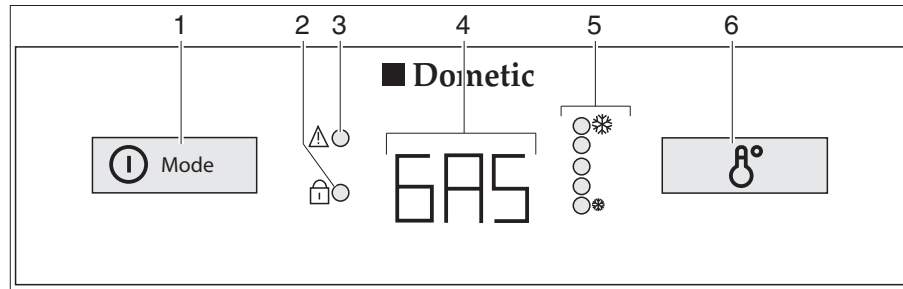

Bild 236 Bedienelemente für den Kühlschrank (Dometic 8er-Reihe mit AES)
Bei Störungen blinkt die Anzeige-LED Störung "⚠" (Bild 236,3).
Wenn die 230-V-Versorgung **nicht** angeschlossen und der Fahrzeugmotor **ausgeschaltet** ist, wählt das AES die Gasversorgung. Beim Anwählen des Gasbetriebs wird die Zündsicherung automatisch geöffnet, so dass Gas zum Brenner strömen kann. Gleichzeitig wird der elektronische Zünder eingeschaltet. Erlischt die Gasflamme, z. B. durch einen Luftzug, wird der Zünder sofort aktiviert und zündet das Gas wieder an. Bei Störung im Gasbetrieb blinkt in der Betriebsanzeige (Bild 236,4) der Text "GAS".
Nach dem Einschalten wählt der Kühlschrank automatisch die mittlere Thermostateinstellung. Diese Einstellung kann manuell mit dem Schalter für die Temperatureinstellung (Bild 236,6) nachgeregelt werden. Die Anzeige-LEDs (Bild 236,5) zeigen die gewählte Thermostateinstellung an. Mit dem Schalter wird die Kühltemperatur für alle drei Energiearten eingestellt. Es dauert einige Stunden, bis der Kühlschrank die normale Betriebstemperatur erreicht hat. Beim Umschalten der Betriebsart wird die Thermostateinstellung beibehalten. Die Kühltemperatur wird unabhängig von der Energieart beibehalten.
- Den Einschalter/Energie-Wahlschalter (Bild 236,1) 2 Sekunden lang drücken, um das Gerät einzuschalten. Die zuletzt gewählte Betriebsart wird in der Betriebsanzeige (Bild 236,4) angezeigt.
- Mit dem Einschalter/Energie-Wahlschalter (Bild 236,1) die Energieart wählen.
- Die Kühltemperatur am Schalter für Temperatureinstellung (Bild 236,6) einstellen. Die Anzeige-LEDs (Bild 236,5) zeigen die gewählte Thermostat-Einstellung.
- Den Einschalter/Energie-Wahlschalter (Bild 236,1) 2 Sekunden lang drücken. Alle Anzeigen erlöschen.